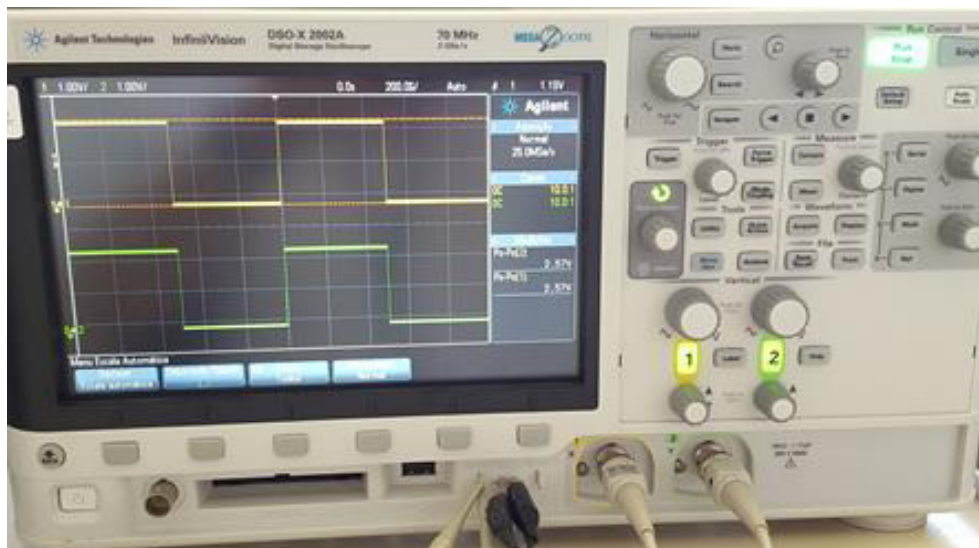

Figura 3: Pontas de prova compensadas.
- Verifique se o sinal observado está correto, como indicado na Figura 3.